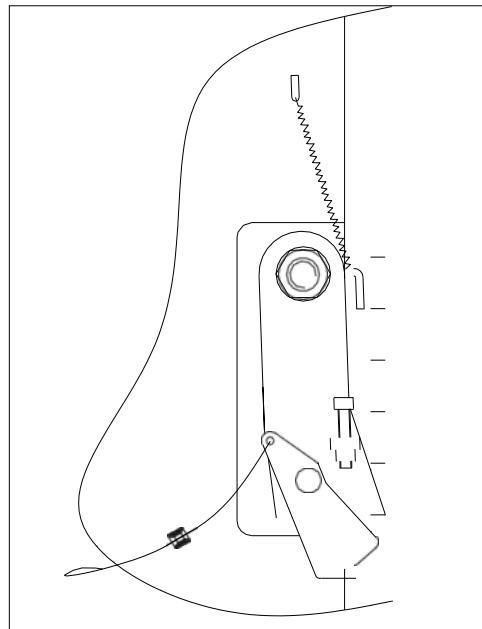

Рис. 16
- ◆ При поломке гидроцилиндра сработают предохранительные клинья безопасности (*Рис. 16*), расположенные внутри стоек. Клины выдавливаются пружиной и немедленно блокируют движение кареток, исключая их опускание.